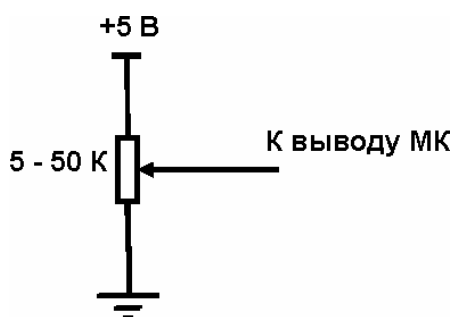

Рис. 36. Схема подключения потенциометра к микроконтроллеру.
По этой команде встроенный конденсатор, заряженный до напряжения питания, подключается к указанному выводу - *Pin* и разряжается через измеряемый потенциометр (см. рис. 36). Вывод этот может быть константой, значения которой лежат в пределах от 0 и до 15, или переменной, значения которой могут меняться от 0 и до 15 (например, B0), или названием вывода (например, PORTA.0). Величина сопротивления определяет время разряда конденсатора, которое микроконтроллер измеряет и которое является мерой измеряемого сопротивления (обычно от 5 кОм до 50 кОм). Параметр - *Scale* (масштаб) используется для корректировки RC-констант. Для больших RC-констант масштаб должен быть установлен в минимальное значение (1). Для малых RC-констант масштаб должен быть установлен в его максимальное значение (255). Если масштаб установлен правильно, то для минимального сопротивления величина переменной *Var* должна быть около нуля и близко к 255 при максимальных сопротивлениях.